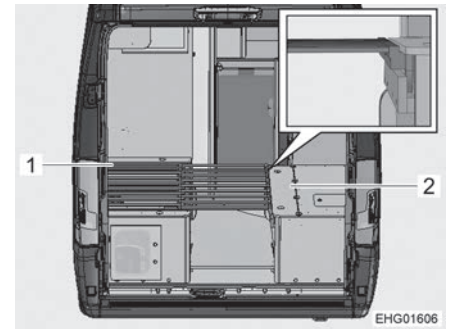

Bild 84 Während des Umbaus
- Lattenrost (Bild 84,1) der linken Sitzbank leicht anheben und Lattenrostauszug herausziehen.
- Bettkastendeckel (Bild 84,2) der rechten Sitzbank öffnen.